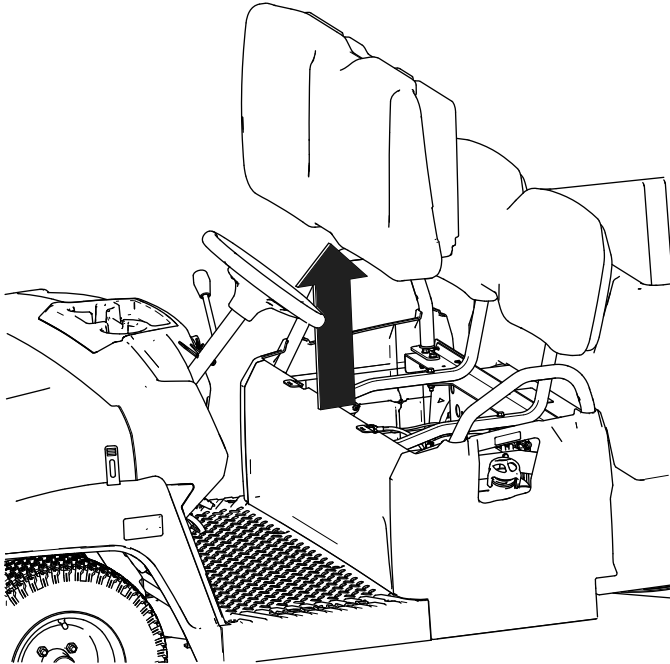

Figura 32
2. Levante el cojín para retirarlo del soporte (Figura 32).